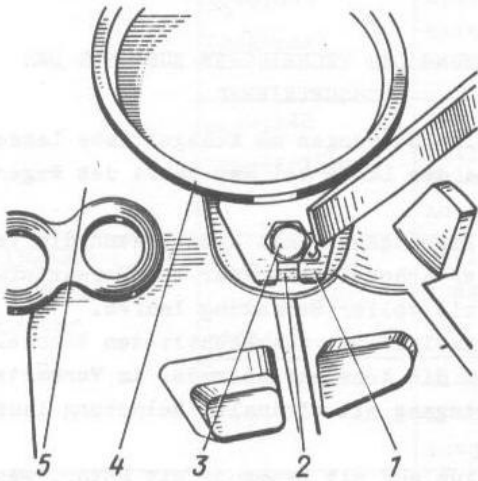

Bild 3-123. Heraus- und Einsetzen der Sperrplatte des vorderen Lagers:
- Ecken des Sicherungsbleches 2 (Bild 3-123) an Befestigungsschraube 3 der Sperrplatte 1 des
- in die Ausdrehung des Außenringes 4 (siehe Bild 3-123) des Lagers Sperrplatte 1 einlegen, Sicherungsblech 2 anbringen, Schraube 3 festziehen und diese mit Umbiegen der Ecken des Sicherungsblechs an den Kanten der Schraube sichern. Nach dem Eintreiben des Lageraußenringes der Kupplungswelle diesen mit einer Schraube arretieren, deren